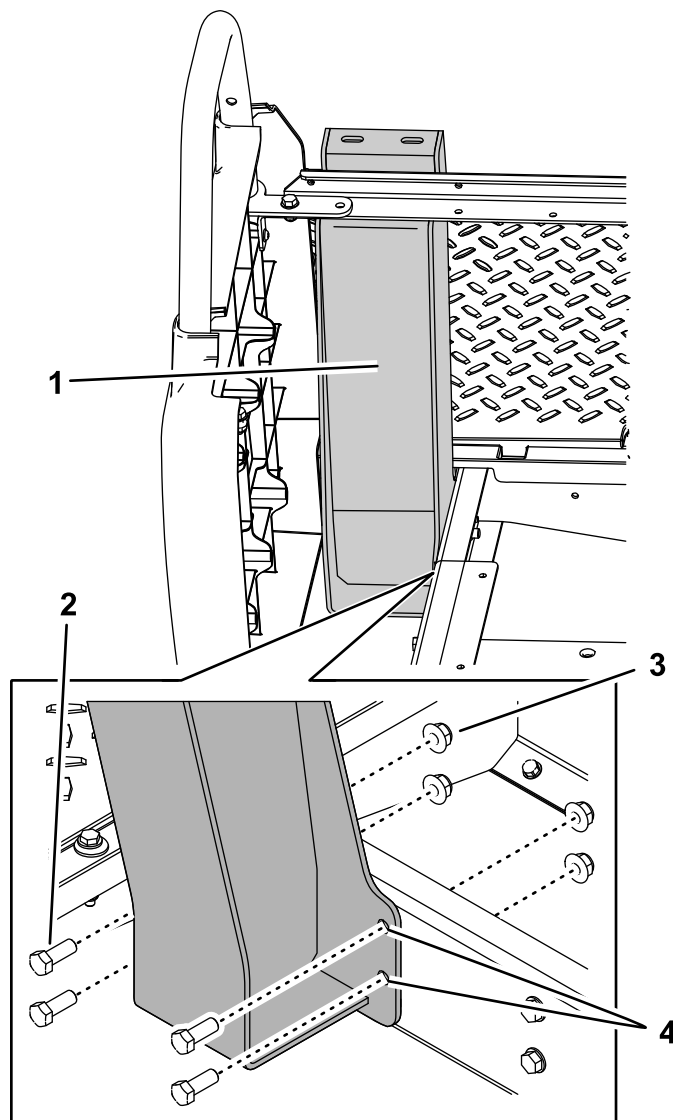

图7
2. 用2个螺栓3/8 x 1 英寸和2个螺母3/8 英寸将右支架固定到下机架轨上图7。